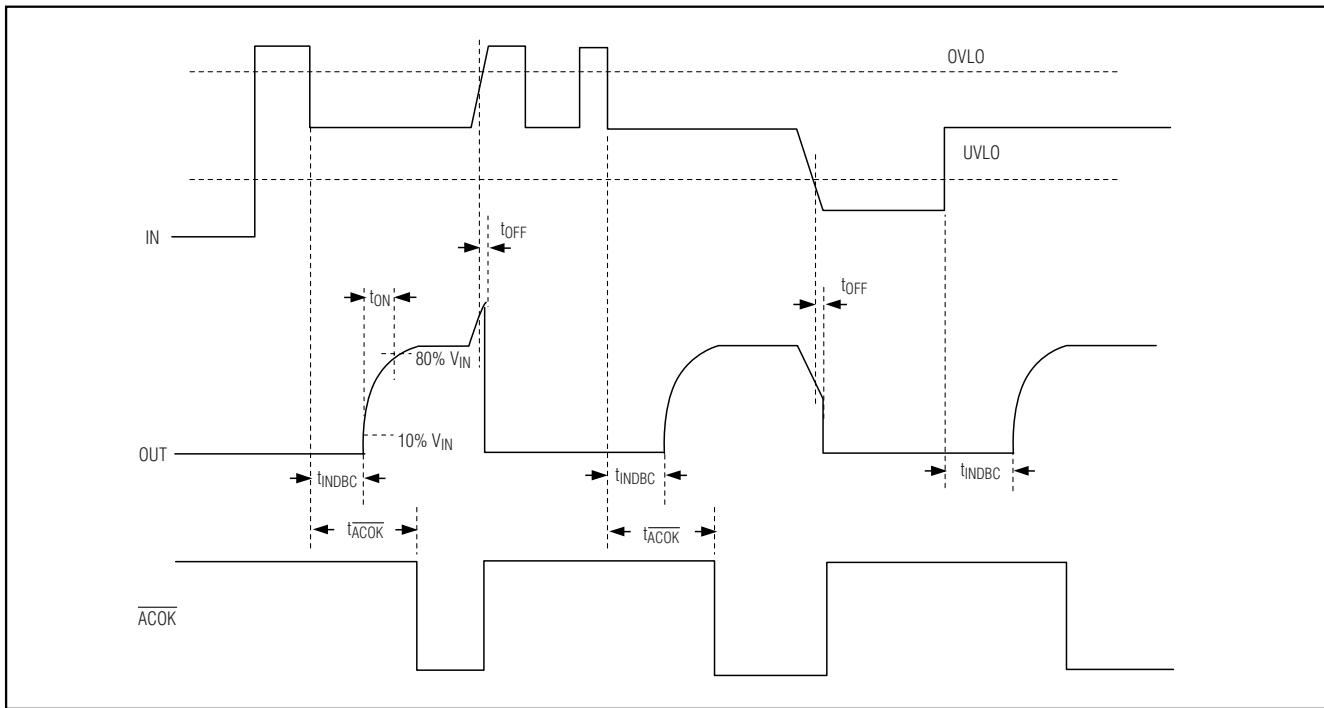

図2. タイミング図
**TIMING CHARACTERISTICS (Figure 2)**
MAX4943～MAX4946/MAX4949は、内蔵スイッチのオンを制御する発振器およびチャージポンプを内蔵しています。内蔵発振器はチャージポンプのオンをイネーブルするタイマを制御し、オープンドレイン $\overline{ACOK}$ 出力の状態を制御します。 $V_{IN} < V_{UVLO}$ または $V_{IN} > V_{OVLO}$ の場合は、内蔵発振器はオフ状態を維持するため、チャージポンプは停止されます。 $V_{UVLO} < V_{IN} < V_{OVLO}$ の場合は、内蔵チャージポンプが動作状態にされます。15ms (typ)の内部遅延後のチャージポンプの起動によって、内蔵スイッチがオンになります(図2を参照)。 $\overline{ACOK}$ の30ms (typ)のブランкиング時間が経過するまで、 $\overline{ACOK}$ は起動時にハイに維持されます。この時点で、デバイスはオン状態です。